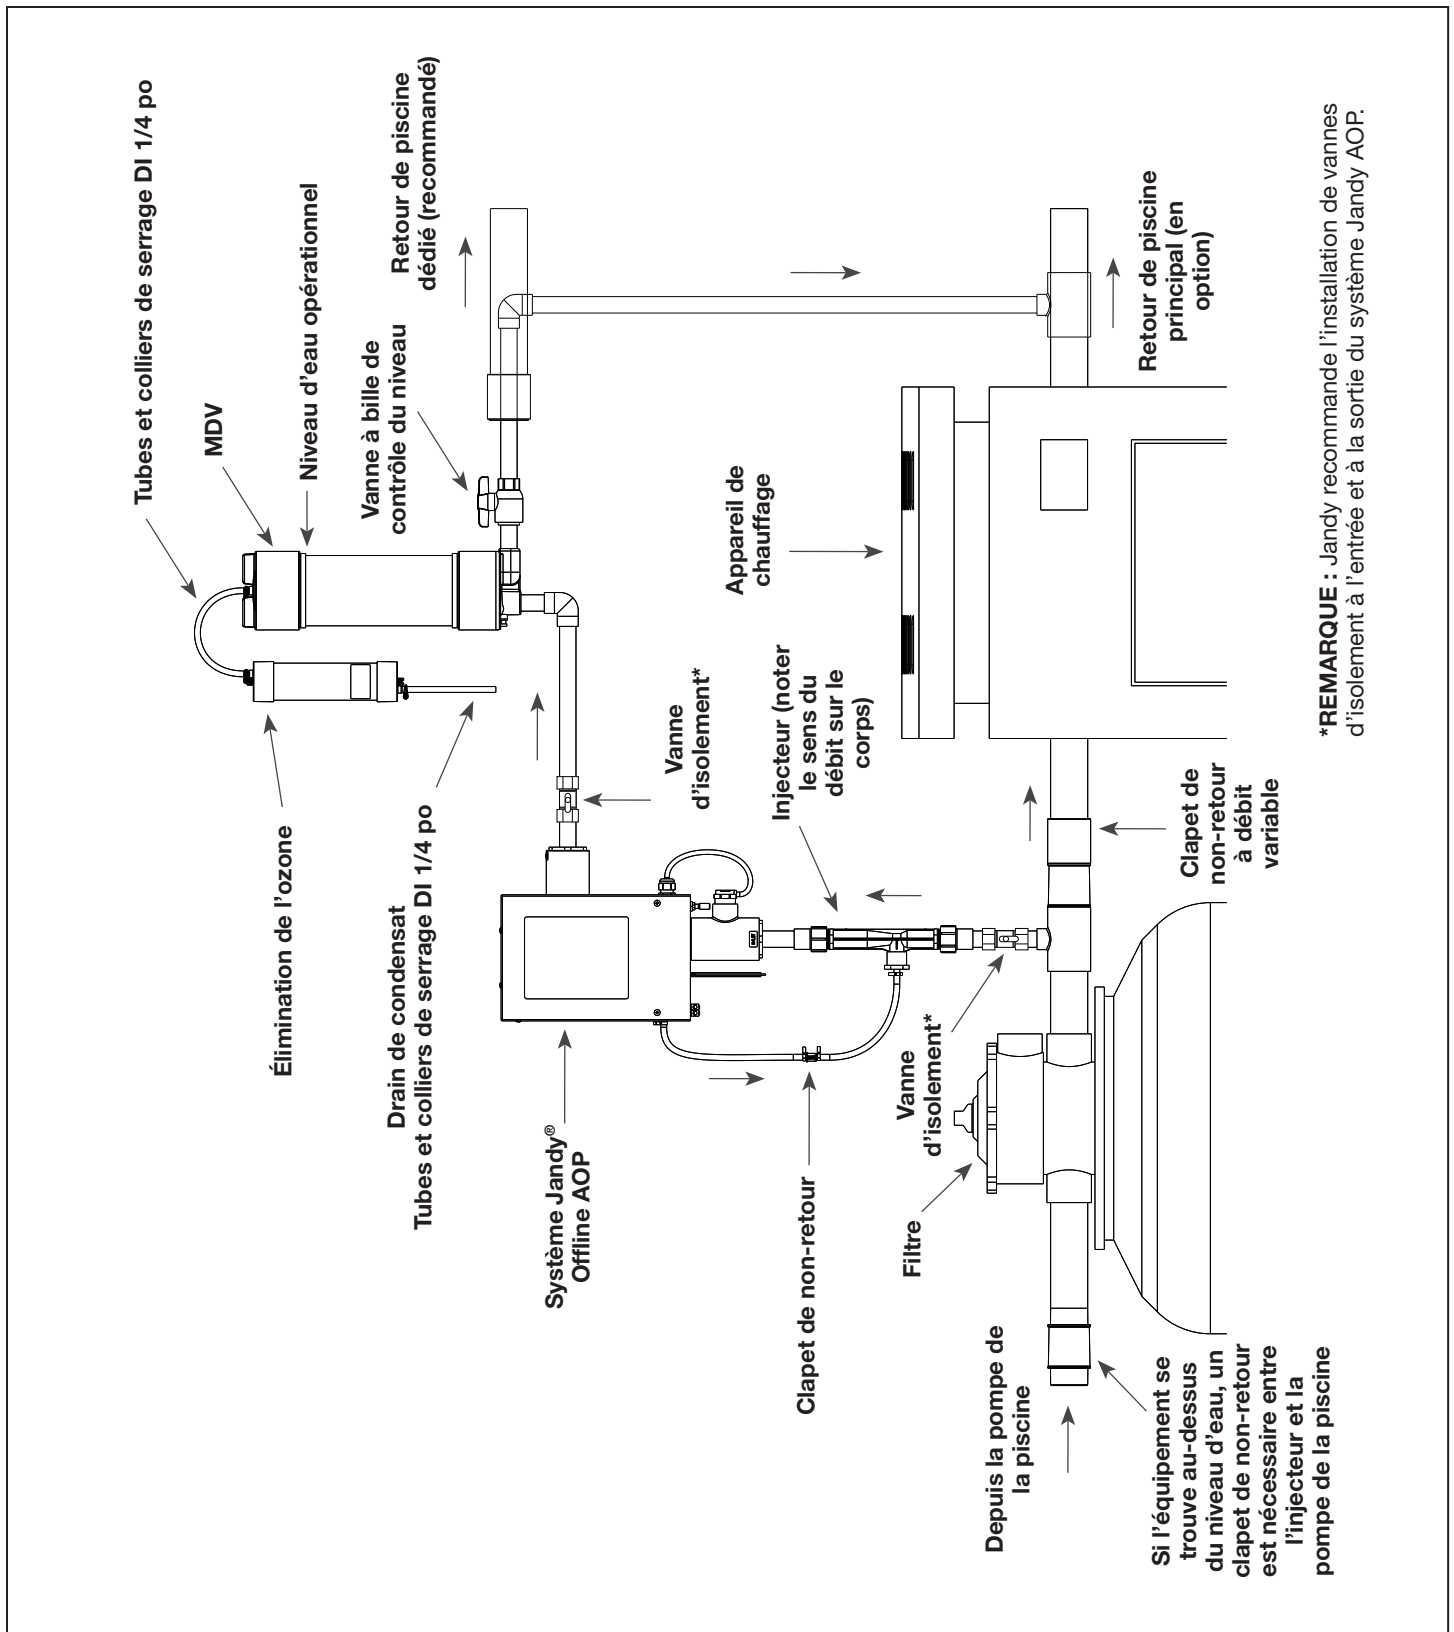

Figure 1. Disposition typique de la plomberie avec MDV (piscine avec chauffage)
**REMARQUE :** Il existe des pièces supplémentaires pour l'installation du MDV (comparer le diagramme de disposition typique de la plomberie dans le manuel 4-2958-01 Jandy® de la série XMC Offline AOP avec la Figure 1 de ce manuel). Les étapes d'installation supplémentaires propres aux pièces du MDV sont décrites ci-dessous.
2. Installer le MDV verticalement, comme illustré à la Figure 1, à une surface solide (p. ex. une clôture, un mur, un poteau) à l'aide des deux (2) colliers de serrage, des quatre (4) supports pour collier de serrage et des quatre (4) vis fournis. Utiliser une pince pour serrer et fixer les colliers de serrage. Si l'excédent doit être coupé, replier la languette pour éviter le bord tranchant. Pour prévenir la décoloration, installer dans un endroit à l'abri de la lumière directe du soleil.
3. Installer la cartouche d'élimination de l'ozone verticalement sur une surface plane à l'aide de deux (2) vis n° 6.
4. Installer la tuyauterie de dérivation comme indiqué à la Figure 1.